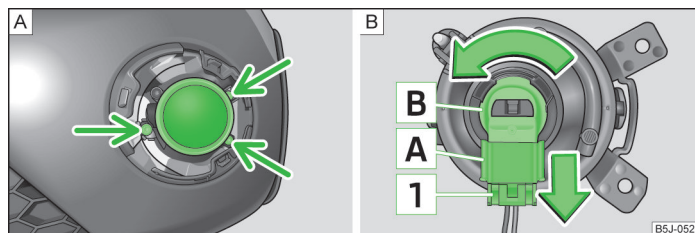

Abb. 160 Vorderer Stoßfänger: Nebelscheinwerfer / Nebelscheinwerfer: Glühlampe wechseln
- › Mit dem Schraubendreher » Seite 188, *Bordwerkzeug* die Schrauben » Abb. 160 - **A** herausdrehen.
- › Die Sicherung **1** » Abb. 160 des Steckers **A** drücken und den Stecker aus der Fassung **B** herausziehen.